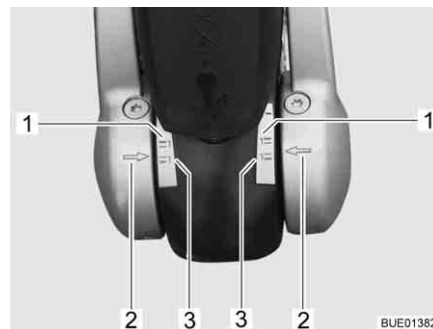

Fig. 200 Indicateur garnitures de friction gauche et droite
- Les garnitures de friction sont comme neuves quand les flèches sur le disque de pression (Fig. 200,2) se trouvent en-deçà ou sur le repère vert (Fig. 200,3).
- Les garnitures de friction sont légèrement usées quand les flèches du disque de pression se trouvent entre les repères (Fig. 200,1 et 3).
- Les garnitures de friction sont usées quand les flèches sur le disque de pression se trouvent sur ou au-delà du repère rouge (Fig. 200,1). Faire changer les garnitures de friction.